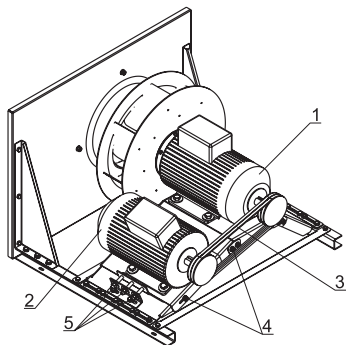

Рисунок 12
Для питания электродвигателей используется кабель с сечением провода не менее 1,5 мм². По отдельному заказу производится вентиляторный блок с резервным двигателем (рис. 12). Он состоит из аналогичного по характеристикам дополнительного двухвального двигателя (1), устанавливаемого на место основного двигателя (2), а основной переносится на салазки натяжителя для регулировки ременной передачи (3), связывающей их. При штатной работе основной двигатель приводит через ременную передачу в холостую вращаемый резервный двигатель с расположенным на его валу рабочим колесом.